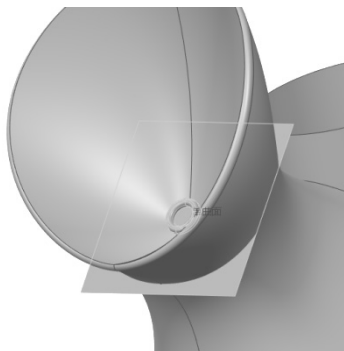

图 8-70 喷嘴相关曲面复制几何
- (1) 参照步骤 3 (1)、(2) 新建“喷嘴.prt”，选取【默认】约束，完成“喷嘴.prt”装配。
- (2) 参照步骤 3 (3) 选取如图 8-70 所示的蒸汽器喷嘴曲面，然后选取喷嘴分型面，如图 8-71 所示。